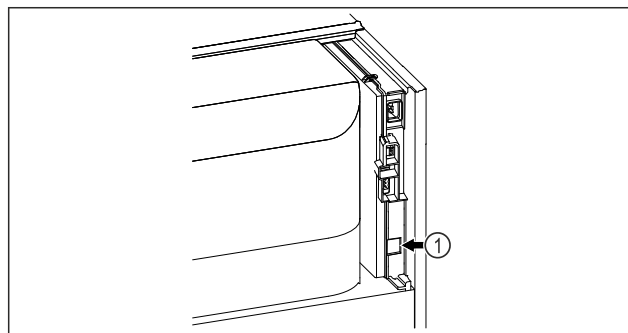

Fig. 100
- SmartModule Fig. 100 (1) är insatt.